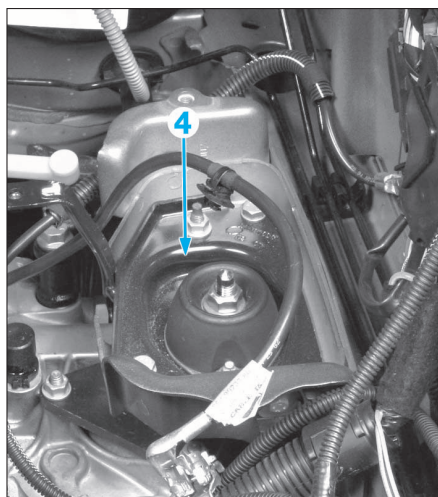

FIG. 40
- Déposer le support boîte de vitesses gauche (4) (Fig.40).